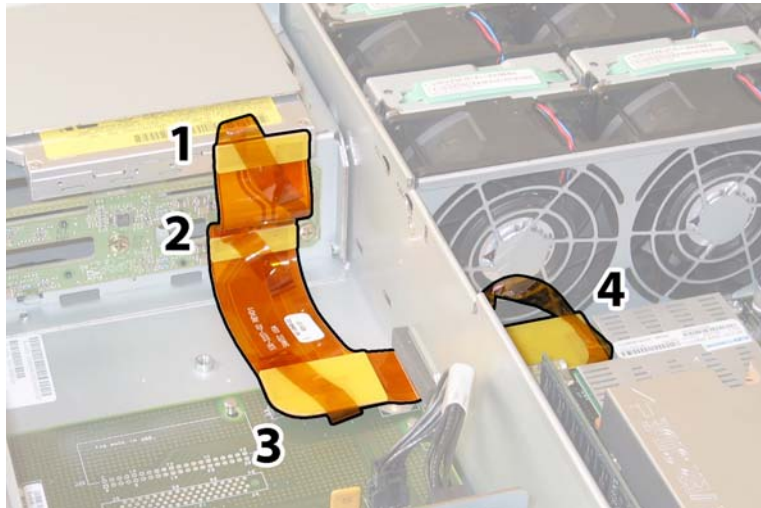

ABBILDUNG 4-62 Ziehen der vier Flex-Kabelstecker
9. Entfernen Sie das Flex-Kabel und die daran angebrachte Schaumgummidichtung von der Gehäusezwischenwand. Ziehen Sie hierzu die vier Kabelstecker an den folgenden vier Stellen ab. Siehe ABBILDUNG 4-62.